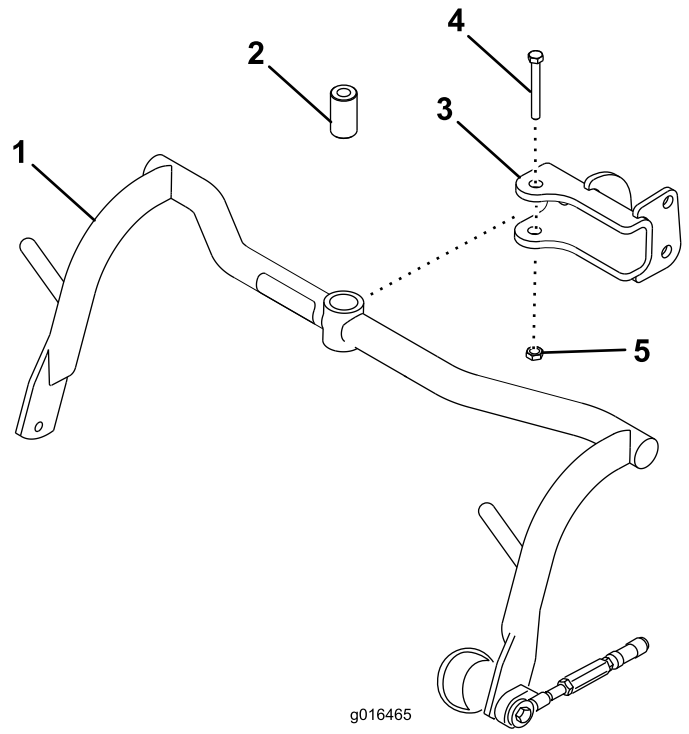

Figura 8
- Monte un conjunto de bastidor de tiro en cada horquilla con un suplemento, un perno de 1/2 x 3-1/4 pulgadas y una contratuerca de 1/2 pulgada (Figura 8). Apriete a 91–113 N-m.